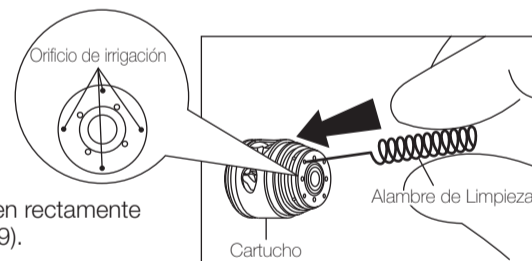

Fig. 9
- 2) Introduzca el Alambre de Limpieza en rectamente dentro de las vías del rociador (Fig. 9).